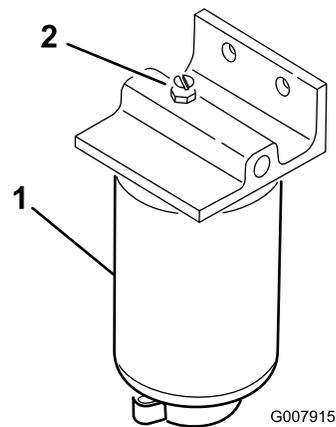

Figura 35
3. Abra el tapón de ventilación del filtro de combustible/separador de agua (Figura 35).